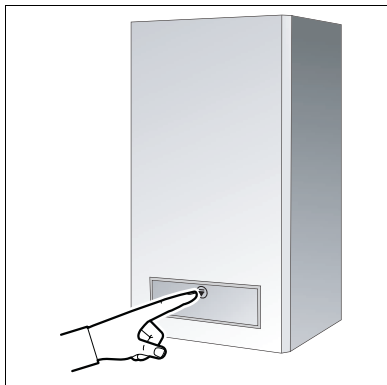

Fig. 1 Åbning af lågen
- Lågen på forsiden af kedlen åbnes ved at trykke på symbolet øverst på pladen (fig. 1).
- Åbn pladen på forsiden af kedlen ved at trykke på symbolet øverst på pladen (fig. 1).
- Pladen på forsiden af kedlen åbnes ved at trykke på symbolet øverst på pladen (fig. 1).